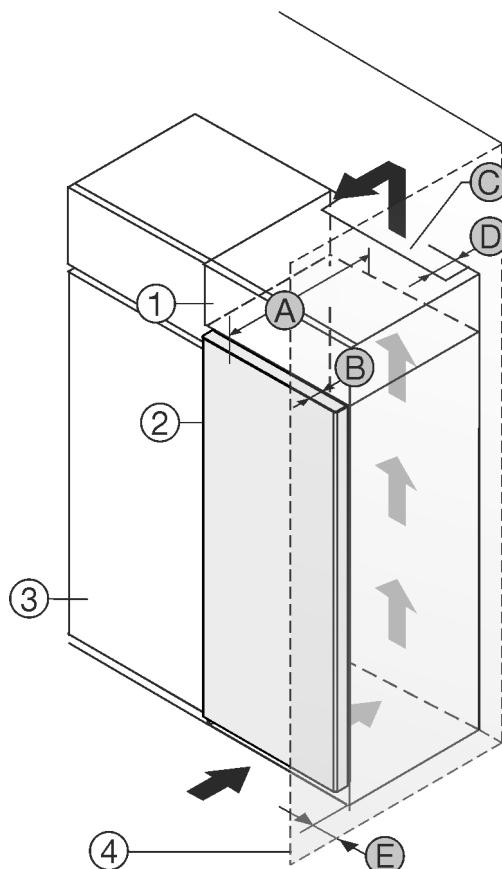

Fig. 1
Prietaisą galite statyti iš karto šalia virtuvės spintelės Fig. 1 (3).*
Galinėje uždedamos spintelės pusėje turi likti tarpas ventiliacijai, kurio gylis Fig. 1 (D) būtų per visą uždedamos spintelės plotą.*
Po patalpos lubomis turi būti laikomasi vėdinimo angos skerspjūvio Fig. 1 (C).*
Jei prietaisas su lankstais statomas greta sienos Fig. 1 (4), mažiausias atstumas tarp prietaiso ir sienos turi būti 13 mm.*
Kad durys atsidarytu iki galo, palyginti su šaldytuvo priekiu, prietaisas turi išsiikišti bent per savo durų gylį Fig. 1 (B). Priklausomai nuo virtuvės spintelės Fig. 1 (3) gilio ir atstumą iki sienos nustatančių detalių naudojimo, prietaisas gali išsiikišti daugiau.*